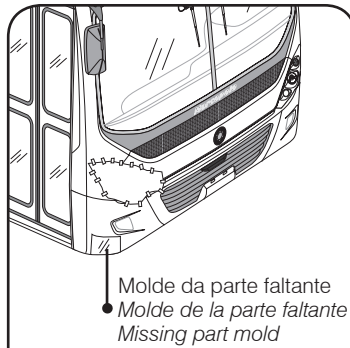

Fig.11
- 2- Prepare o molde utilizando um pedaço de chapa de alumínio de dimensões aproximadas a parte faltante, molde de modo que fique o mais semelhante possível. (Fig.11)
- 2- Prepare el molde utilizando un pedazo de chapa de aluminio de dimensiones aproximadas a la parte faltante, molde de modo que quede lo más semejante posible. (Fig.11)
- 2- Prepare the mold using small aluminum sheets in approximate dimensions as the missing piece, please mold it as wise it remains as much similar as the original one. (Fig.11)